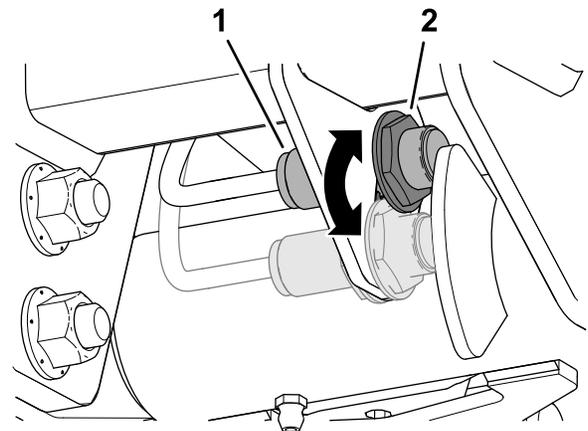

Figura 54
3. Allentate il dado che fissa l'interruttore del braccio di sollevamento alla piastra dell'interruttore (Figura 54).